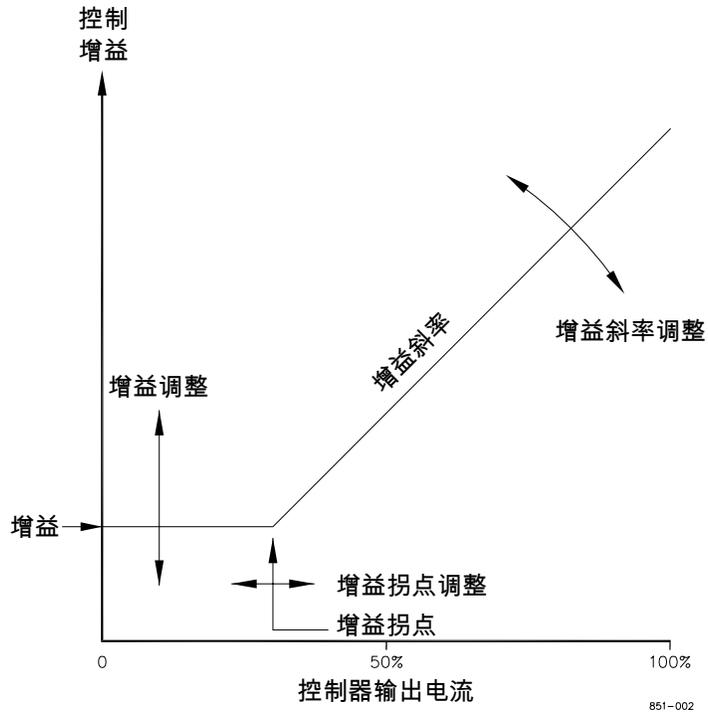

图 3-3 控制输出增益
7. **增益曲线**以执行器输出功能改变增益。因为执行器输出与发动机负载成比例，使得增益成为发动机负载的功能。当执行输出比例高于拐点时，增益曲线操纵增益曲线拐点调整器增加（降低）拐点。用于补偿系统在负载下得过高（过低）增益。为了得到发动机稳定性可以在轻载或空载时将增益设定的低一点。这样就能在符合条件下得到更好的控制性能。（见图 3-3）